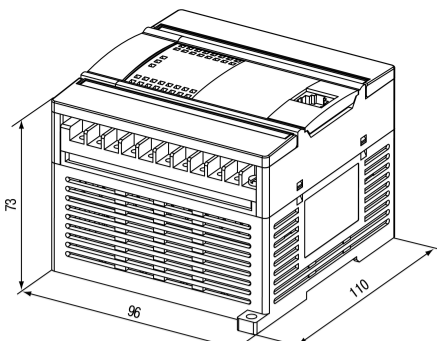

Рисунок 1 – Габаритный чертёж
1. Убедиться в наличии свободного пространства для подключения прибора и прокладки проводов (см. и рисунок 1).